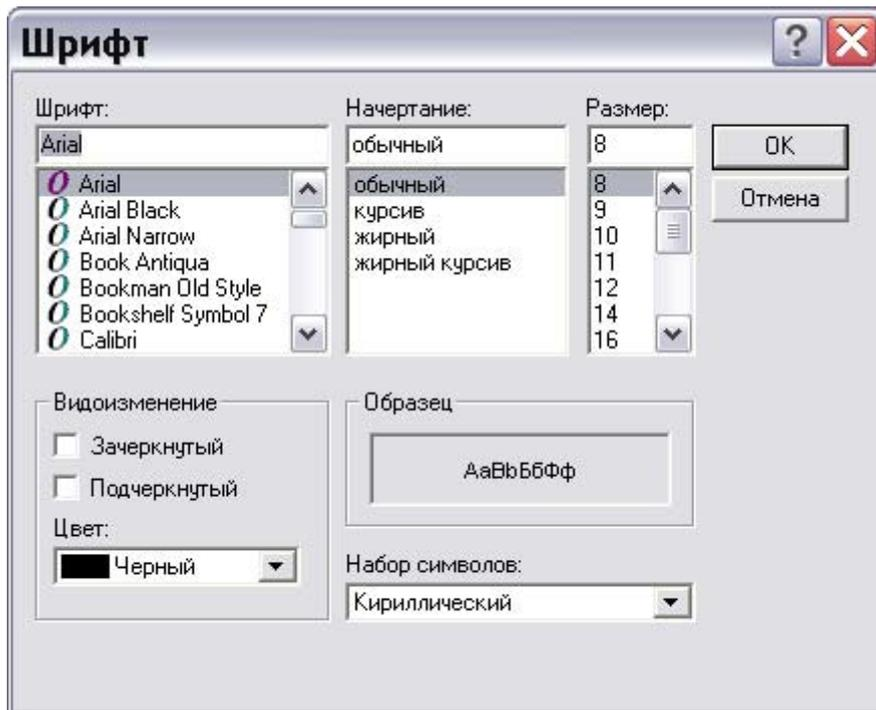

Рис. 2-17
2. В появившемся диалоговом окне **Шрифт** стандартным образом установите вид и кегль шрифта для объекта (рис. 2-17).